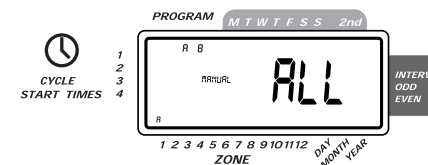

図9: 半自動散水
■ダイヤルをAUTOに合わせ、MANUALボタンを押します。ディスプレイに“AB”、“MANUAL”が表示され、“ALL”の表示が点滅します。(図9参照)